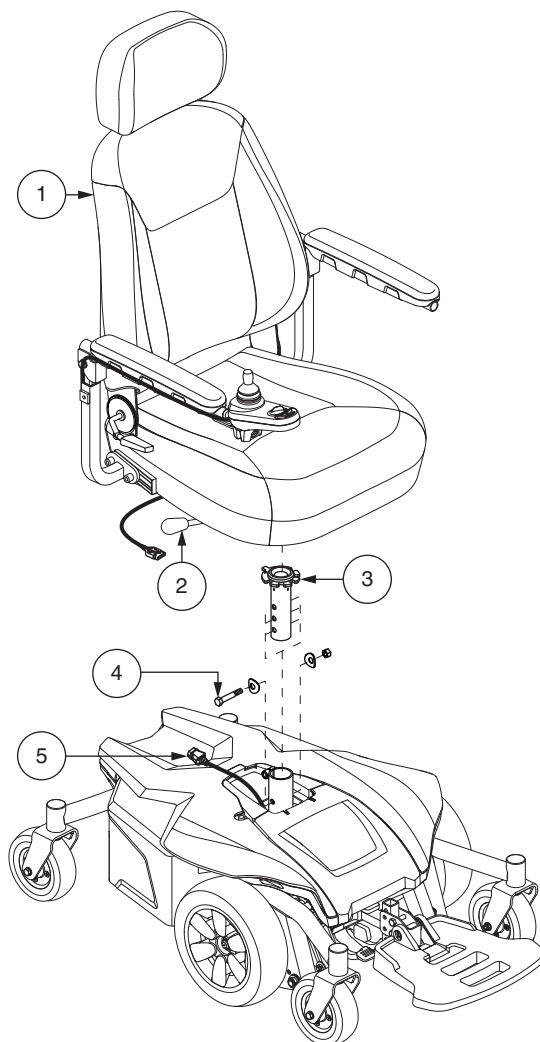

Figure 10. Réglage de la hauteur du siège
3. Débranchez le connecteur du contrôleur de la base motorisée. **Voir la figure 10.**
4. Déverrouillez le siège à l'aide de son levier. **Voir la figure 10.**
6. Desserrez le boulon et son écrou sur l'arrière du mât du siège. **Voir la figure 10.**
7. Retirez le boulon de réglage, la rondelle et son écrou. **Voir la figure 10.**
Si votre fauteuil motorisé est équipé d'un siège à dossier inclinable, vous pouvez changer l'inclinaison du dossier. Le levier est situé sur le côté droit de la base du siège. **Voir la figure 10.**